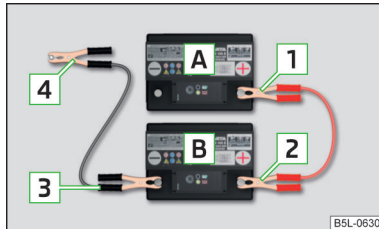

Fig. 178
- Prindeți clema **1** la polul plus al bateriei descărcate **A** » fig. 178.